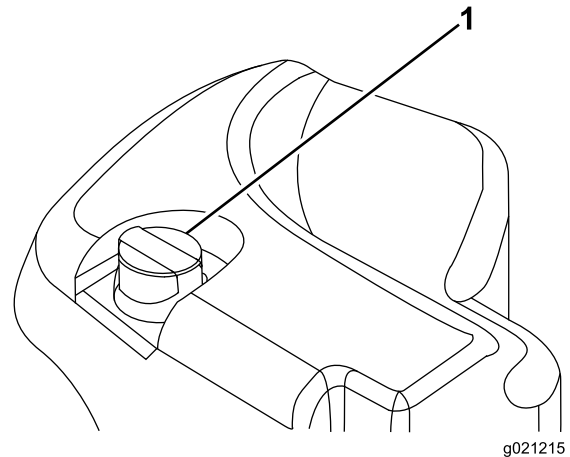

Bild 31
2. Reinigen Sie den Bereich um den Einfüllstutzen und den Deckel des Hydraulikölbehälters (**Bild 31**).